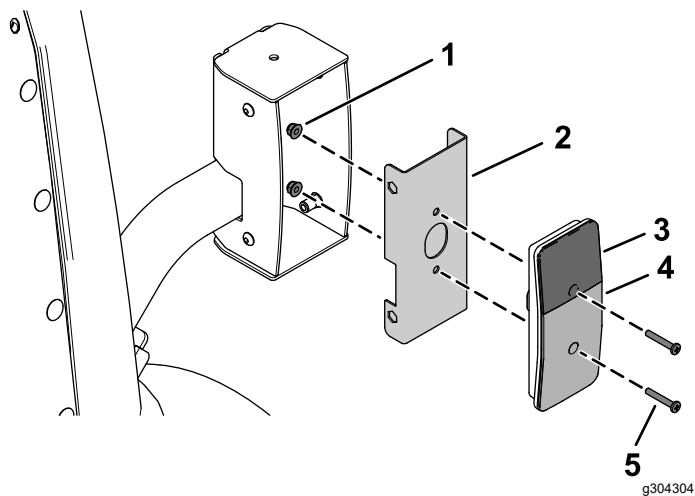
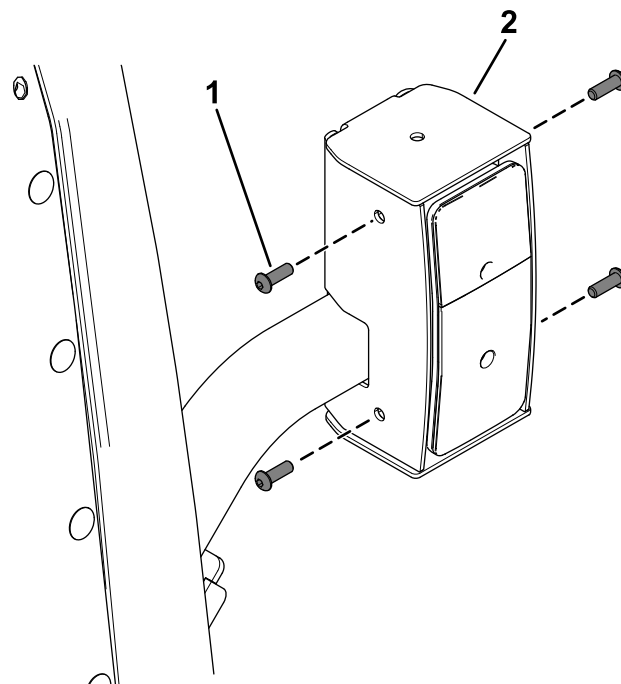

Figure 33
Figure 34
5. Fixez les feux arrière sur les supports intérieurs à l'aide de 4 vis à tête tronconique (n° 10 x 1¼ po) et 4 écrous à embase (n° 10), comme montré à la Figure 33.
8. Fixez les feux arrière sur leurs boîtiers à l'aide de 8 boulons à tête ronde (1/4 x 3/4 po), comme montré à la Figure 34.
Veillez à monter les feux arrière avec le verre jaune en haut (Figure 33 et Figure 34).